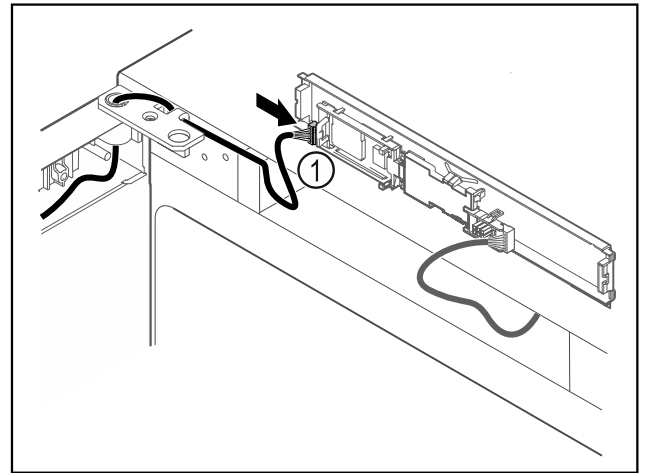

Fig. 59
- ▶ Встановити штекер Fig. 59 (1) на плиті.